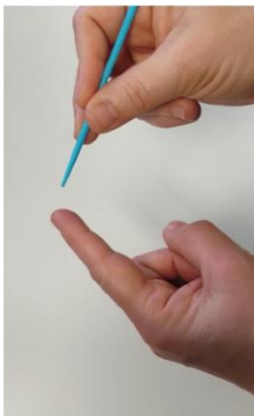

Figure 1
2. A l'aide de l'embout pointu de l'anse stérile (fig.1), effectuer un prélèvement en appuyant et en frottant la peau du dessus de la main en balayant doucement de gauche à droite 3 fois sur une distance de 4 centimètres environ (fig.2).